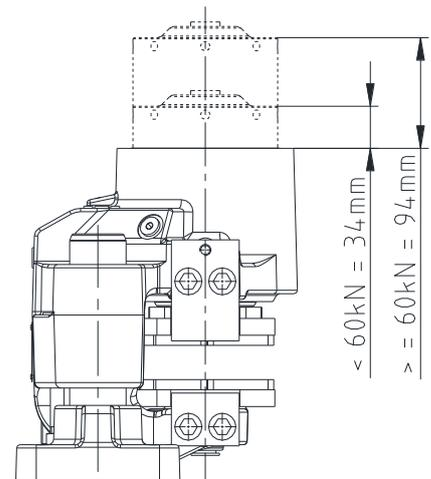

Bild 19: Einstellung der Einstellmutter
- Kontrollieren Sie die Position der Einstellmutter (Bauteil 1.7). Stellen Sie diese ggf. auf das richtige Maß ein (siehe Bild 19).